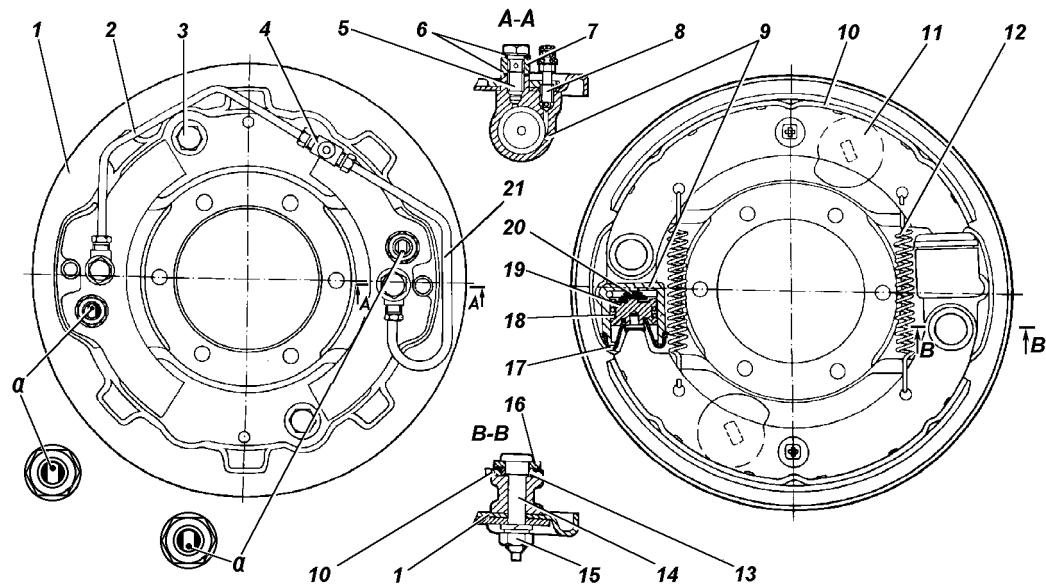
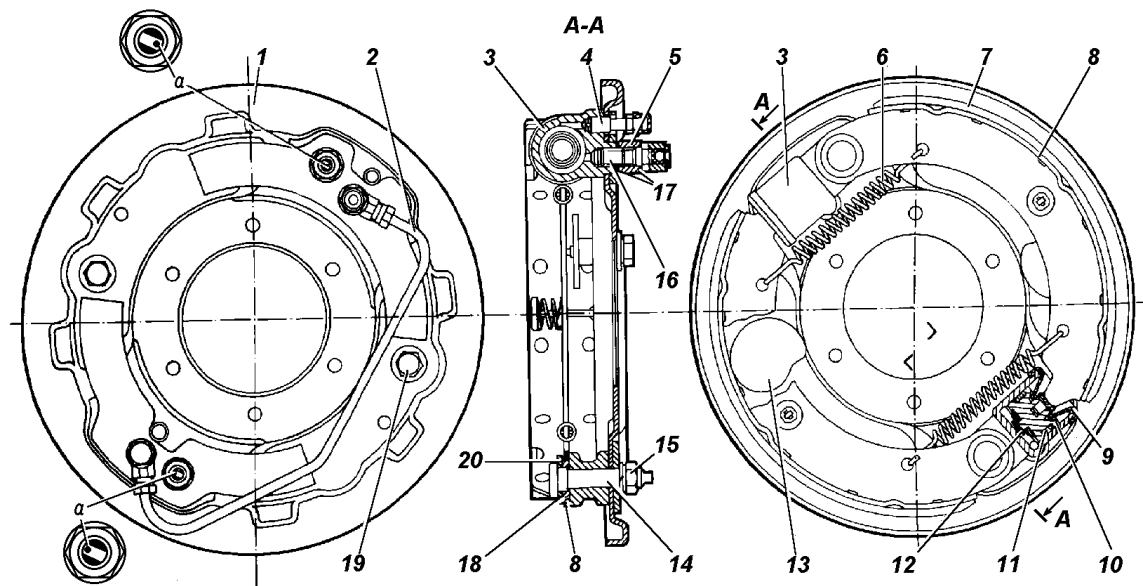

Рис. 7.8. Тормоз переднего колеса автомобиля УАЗ-3151:
Рис. 7.9. Тормоз переднего колеса автомобилей YA3-31512, YA3-31514, YA3-31519:
**Тормоз переднего колеса** автомобиля УАЗ-3151 показан на рис. 7.8, а автомобилей УАЗ-31512, УАЗ-31514, УАЗ-31519 - на рис. 7.9. Передние тормоза этих автомобилей отличаются щитами, имеющими разные выштамповки, комплектацией цилиндрами и соединительными трубками цилиндров, а также рабочим положением цилиндров.
На щите 1, 1 (рис. 7.8, 7.9) с помощью опорных пальцев 14 и 14 и гаек 15 и 15 закреплены два колесных цилиндра 9 и 3. На опорных пальцах выполнены эксцентрики, на которые установлены латунные опорные втулки колодок.
При правильной установке колодок с неизношенными накладками и тормозным барабаном метки на опорных пальцах (керны на наружных торцах) должны быть расположены, как показано на рис. 7.8 и 7.9, или с отклонениями от этого положения в ту или другую сторону до 50°.
Подвижные концы тормозных колодок входят в пазы наконечников поршней 19 и 10 колесных цилиндров 9 и 3. Колодки внутренней поверхностью своих ободьев опираются на регулировочные эксцентрики 11 и 13, подвижно установленные на тормозном щите. От произвольного проворачивания эксцентрики удерживаются сильными пружинами. Колодки прижимаются к эксцентрикам стяжными пружинами 12 и 16. Шестигранные головки болтов 3 и 19 регулировочных эксцентриков выведены на наружную сторону тормозного щита. При помощи эксцентриков устанавливается необходимый зазор между колодками и барабаном. От бокового смещения колодки удерживаются выштамповками в щите и пружинами, установленными в средней части колодок (рис. 7.8 и 7.9).
пальцы в начальное положение (метки на торцах опорных пальцев должны быть расположены, как указано на рис. 7.8, 7.9, 7.10).